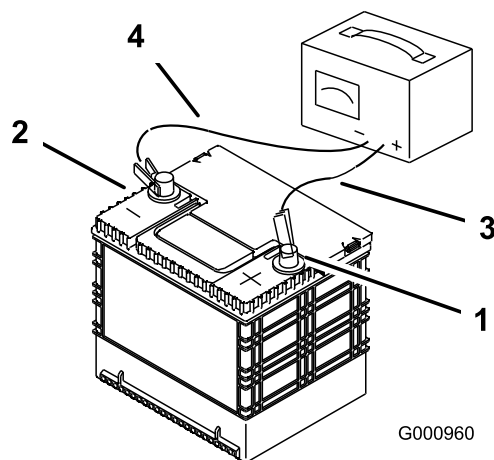

Figura 77
2. Atunci când bateria este complet încărcată, deconectați încărcătorul de la priza electrică, apoi deconectați cablurile încărcătorului de la clemele bateriei (Figura 77).